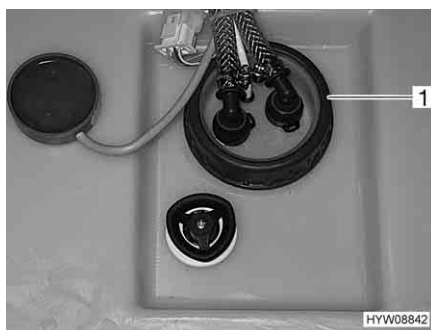

Fig. 173 Apertura per la pulizia (serbatoio dell'acqua)
- Staccare il coperchio (Fig. 173,1) del serbatoio dell'acqua.